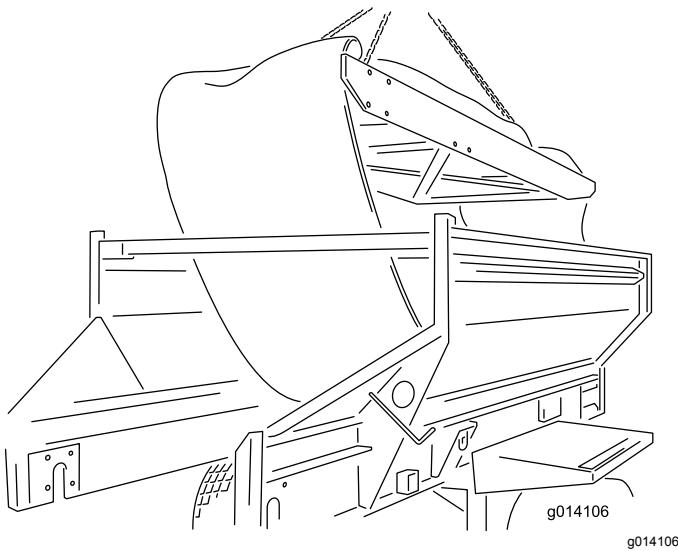

Figura 60
24. Rimuovete il telaio portante sollevandolo ed estraendolo da sopra la macchina. Posatelo al suolo (Figura 60).